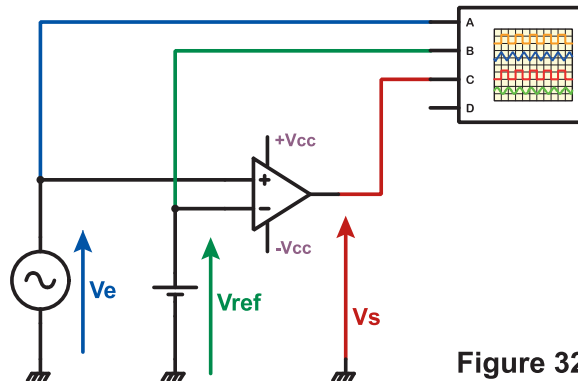

Figure 32
1.1. A l'aide d'un logiciel de simulation, d'un simulateur ou d'une maquette, câbler le montage de la figure 32. On prend : V_e : signal sinusoïdal d'amplitude 10V et de fréquence 250Hz et V_{ref} : signal continu de valeur 5V. $\pm V_{cc} = \pm 12V$.